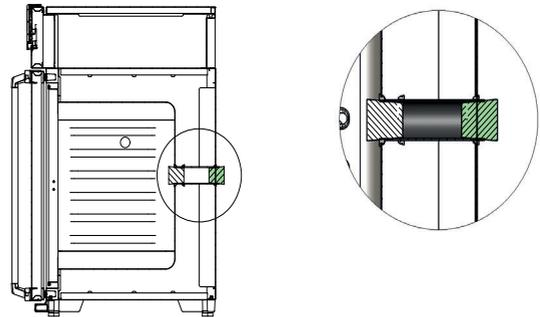

Fig. 25 Filtro HEPA
1. Caso esteja montado um filtro HEPA (mais equipamentos, Fig. 25) no espaço interior: Desmontar o filtro HEPA. Pode ser danificado ao esterilizar.